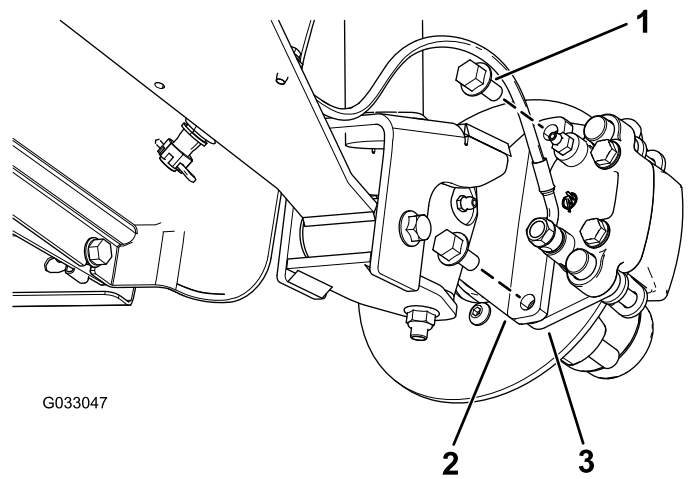
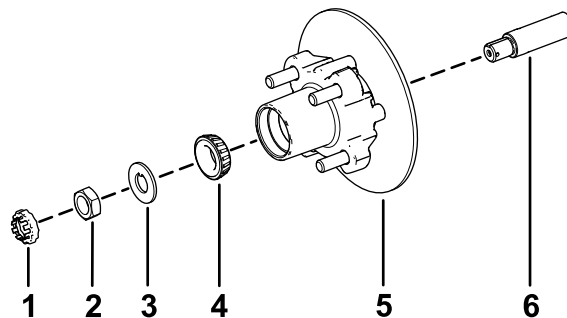

Figura 32
Figura 36
3. Retire os parafusos de cabeça flangeada ($\frac{3}{8} \times \frac{3}{4}$ pol.) que prendem o suporte para o conjunto dos travões ao eixo e afaste o travão do eixo (Figura 32).
- Aplique uma leve camada do lubrificante especificado no eixo (Figura 36).
- Monte o cubo e o rotor no eixo com o rotor interior (Figura 36).
- Monte o rolamento exterior no eixo e coloque o rolamento na correia exterior (Figura 36).
- Monte a anilha com patilha no eixo (Figura 36).
- Enrosque a porca do eixo no eixo e aperte a porca com 15 N·m, enquanto roda o cubo para assentar o rolamento (Figura 36).
2. Alinhe as pastilhas dos travões com cada lado do rotor (Figura 32) e os orifícios no suporte da pinça com os orifícios na montagem dos travões da estrutura do eixo (Figura 36).
3. Prenda o suporte da pinça à estrutura do eixo (Figura 32) utilizando os dois parafusos de cabeça flangeada ($\frac{3}{8} \times \frac{3}{4}$ pol.)